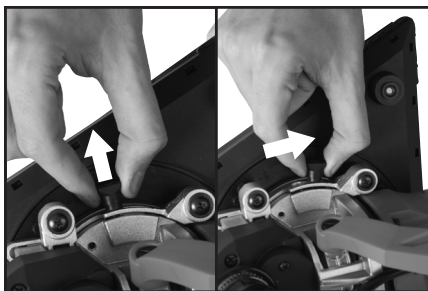

Fig. 10
- Tirez sur la goupille de verrouillage et faites entièrement glisser le levier de verrouillage vers la gauche (**Fig. 10**) dans le mécanisme de décrochage rapide.